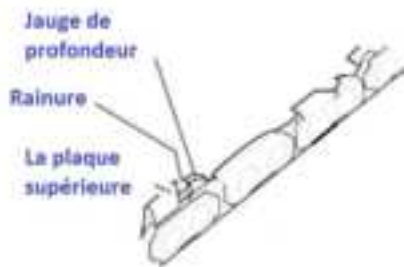

Fig. 13a
- Placer une lime ronde de 5/32" (attachée à un guide-lime) entre la plaque supérieure et la jauge de profondeur, puis affûter les couteaux comme illustré aux Fig. 13a et 13b.